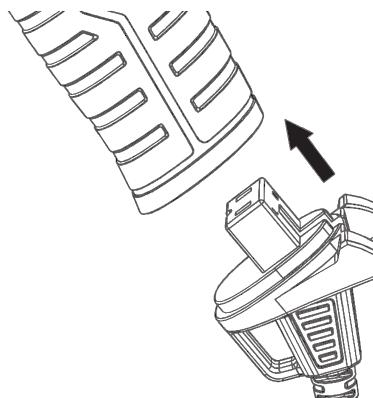

Рисунок 3. Під'єднання мережевого шнура до виробу.
- під'єднати роз'єм шнура електрорживлення до виробу з чутним клацанням (рис. 3). Після цього роз'єм не від'єднається;